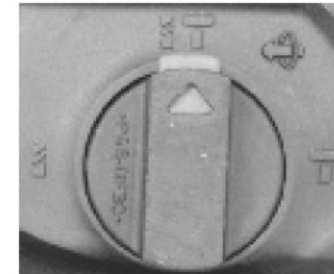

Fig. 5 – Posição para perfuração com impacto
- Na perfuração com impacto, além do movimento de rotação do mandril, o mesmo faz movimento de impacto. Esta função é utilizada para perfuração de concreto, pedras, entre outros. Ao optar pela sua utilização, o acessório deve ser montado diretamente no mandril SDS (nunca use haste adaptadora). Para selecionar a função perfuração com impacto, o operador deve colocar o seletor na posição  , conforme mostra a Fig. 5.